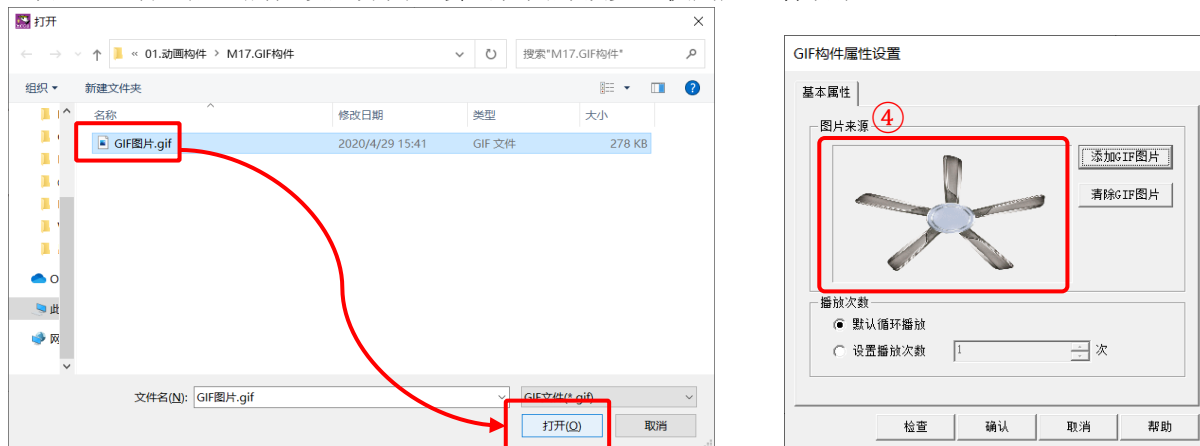

图 3.2-2 从文件选择 GIF 动画及预览效果
- ③ 在弹出的对话框中，选择自定义 GIF 动画，完成后点击【打开】按钮，添加成功。如图 3.2-2 所示。
- ④ 添加 GIF 动画后，属性设置界面上会出现图片预览，供用户查看效果。